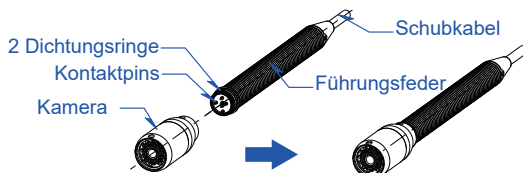

Abbildung 8. Kamerakopf installieren
1. So montieren Sie den Kamerakopf (siehe Abbildung 8)